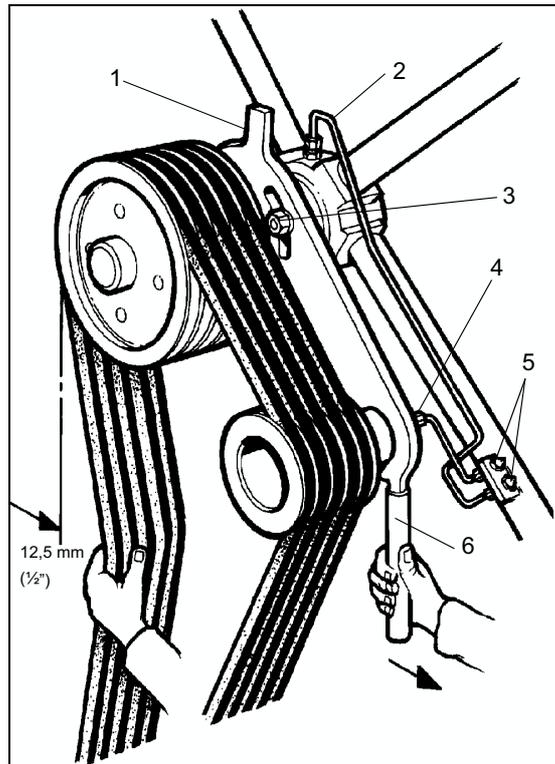

Fig. 32
Retire la malla de protección alrededor de las correas del ventilador. Engrase los cojinetes del ventilador (2) y los cojinetes de la polea tensora (4) (Fig. 32) con grasa LM a base de litio de alta temperatura de fusión por los puntos de engrase (5). Compruebe la tensión y desgaste de las correas del ventilador. Ejerciendo una presión moderada con el pulgar en el punto medio entre la polea del ventilador y la polea del cigüeñal, debe obtenerse una flexión total de 12,5 mm ($\frac{1}{2}$ "). Si hay desgaste en las correas del ventilador, cambie todas las correas y compruebe la alineación entre la polea del ventilador y la polea del cigüeñal.